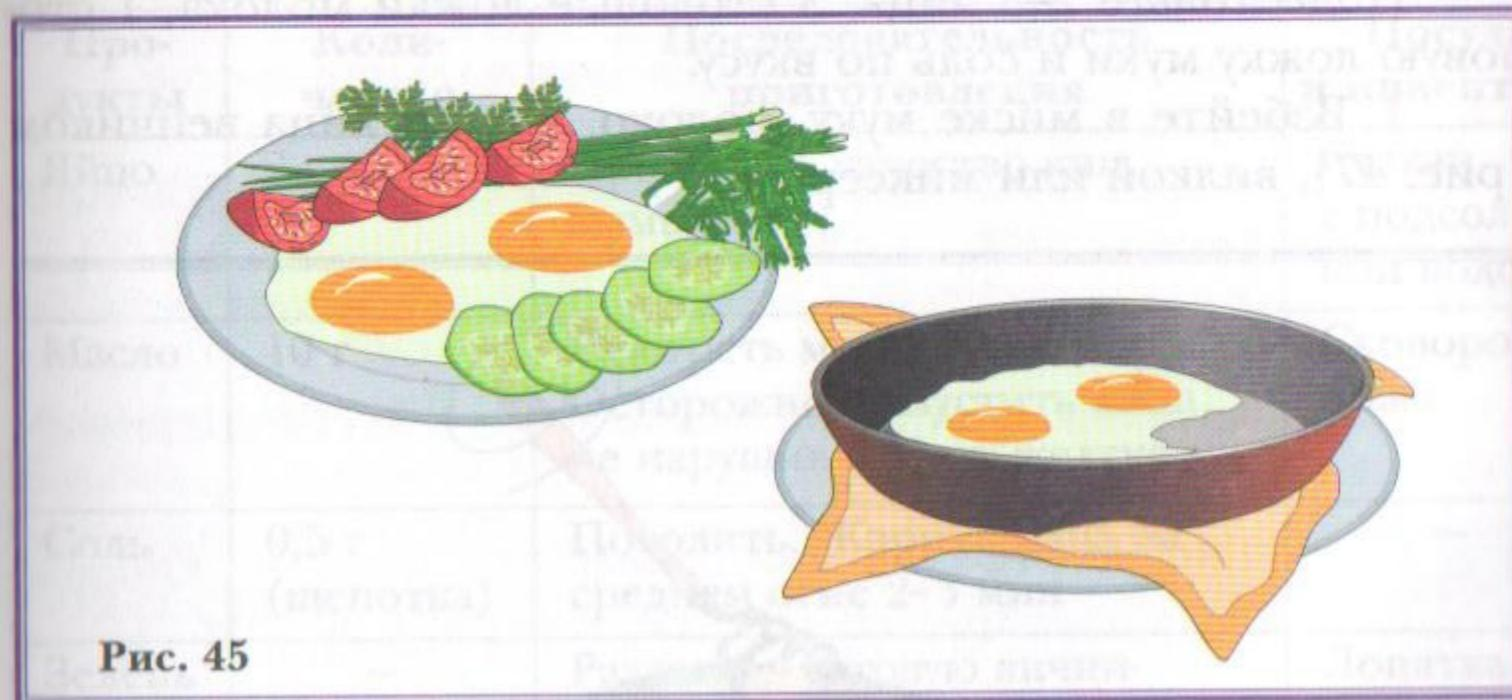

Рис. 45
4. Готовую яичницу переложите на тарелку, украсьте хорошо промытой зеленью петрушкой, укропом. К яичнице можно подать свежие огурцы и помидоры. Если яичница была приготовлена в порционной сковороде, то её можно поставить на закусочную тарелку, подложив бумажную салфетку (рис. 45).